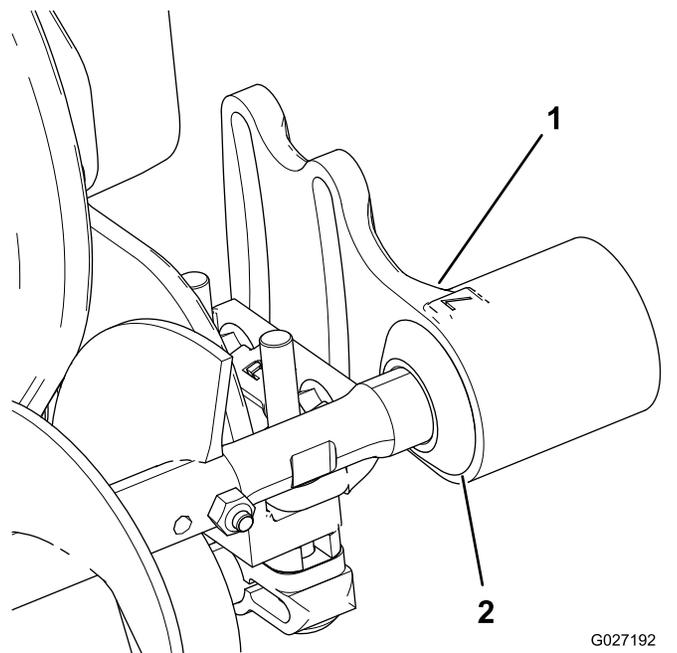

图 7
1. 向外滑动每个防尘圈直到唇形密封圈与每个轴承座轻轻接触 图 7。